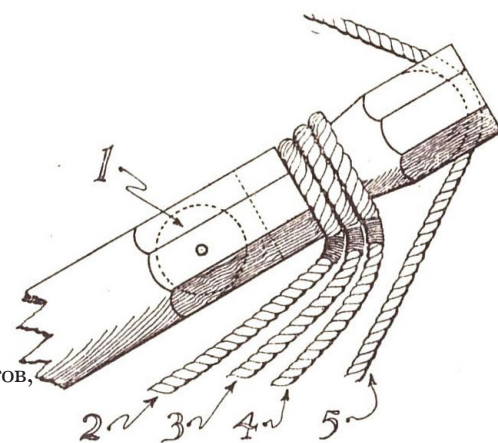

Рис. 166. Нок бом-утлегаря.
Как уже говорилось, на бом-утлегаре стоит бом-кливер-ринг. К нему крепятся следующие вещи: коуш (1) для бом-кливер-леера, скоба (2) для фала бом-кливер-ринга, гак (3) для бом-кливер-галса, 9-д. одношківный блок (4) для бом-кливер-нирала, коуш (5) для бом-кливер-ринг-нирала. Бом-кливер-ринг-фал проводят через шкив, располагающийся чуть позади нока бом-утлегаря. Сделан он из $3\frac{1}{2}$ -д. троса. Ниралы представляют собой $2\frac{1}{2}$ -д. тросы и все три снасти укладываются на баковых оголовках. Перты изготавливаются из 4-д. троса, на котором выделывают кнопки. Оба перта делаются из одного куска троса, на котором бензелем делают огон, заводимый на нок бом-утлегаря, а концы крепят вокруг пятки бом-утлегаря внутри от железного бутеля. Следующим на нок сплесненным огном заводится бом-утлегарь-штаг. Фор-бом-брам-штаг проводят через желоб-кип на ноке бом-утлегаря (рис. 166)